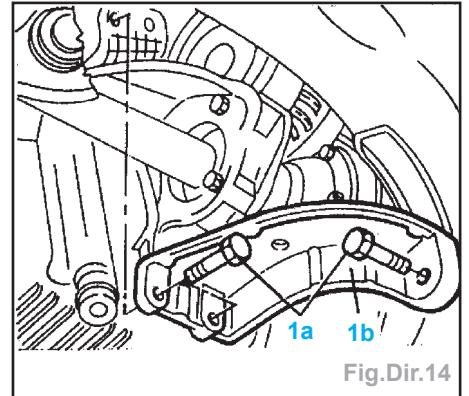

Fig.Dir.14
- Enlever les vis (1a) et déposer le support AR (1b) de l'alternateur (Fig.Dir.14).